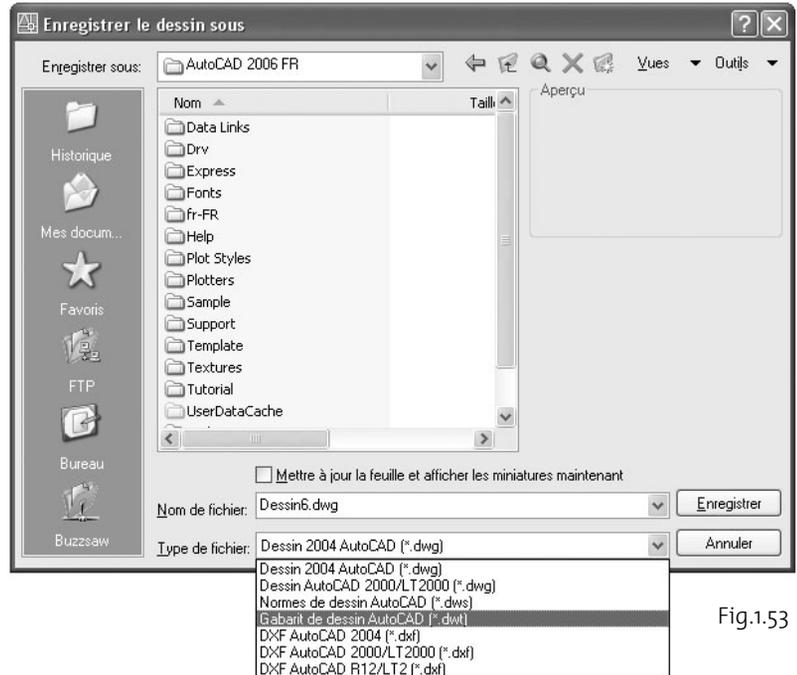

Fig.1.53
- 3 Dans le champ **Type de fichier** (File of type) sélectionnez l'option **Gabarit de dessin AutoCAD (\*.dwt)** (AutoCAD Drawing Template (.dwt)) (fig.1.53).